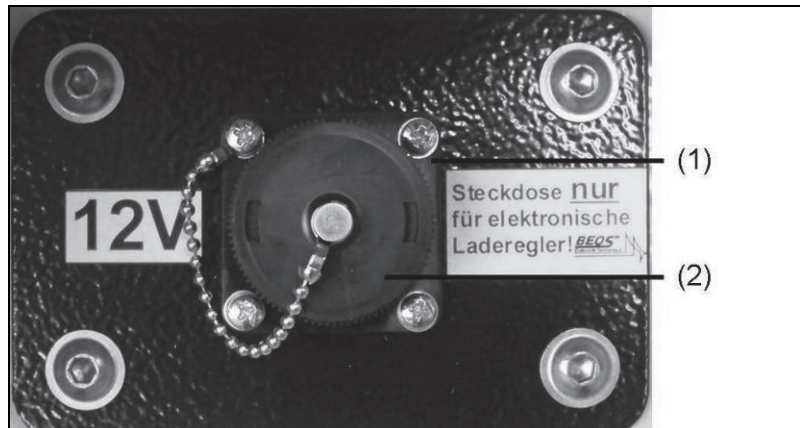

Fig. 510: Conexión del dispositivo de mantenimiento de la carga de la batería
1. Desatornillar la cubierta (Fig. 510(2)) de la toma (Fig. 510(1)) del mantenimiento de la carga de la batería de arranque.